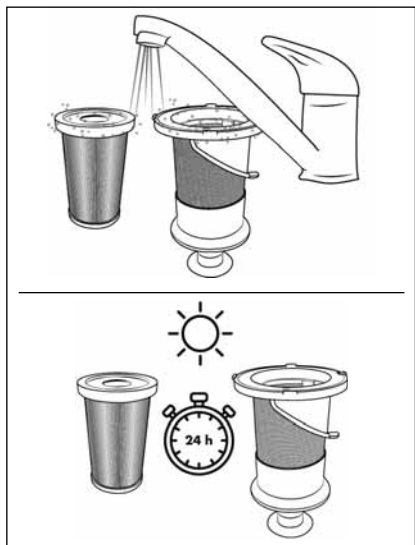

Bild 22
- 5) Spola av EPA-filtret **5** och det rostfria stålfiltret **6** med kallt eller ljummet vatten. Låt EPA-filtret **5** och det rostfria stålfiltret **6** lufttorka tills de är helt torra innan du sätter in dem i dammbehållaren **7** igen (se bild 22).